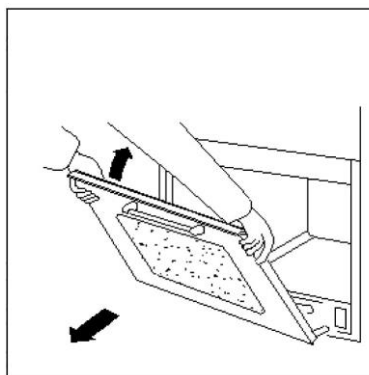

Figure 10
3. Veuillez saisir la porte sur ses deux côtés externes, puis la refermer lentement mais pas complètement (voir la figure 10)
4. Veuillez tirer la porte vers vous, la retirant de son siège (voir la figure 10)